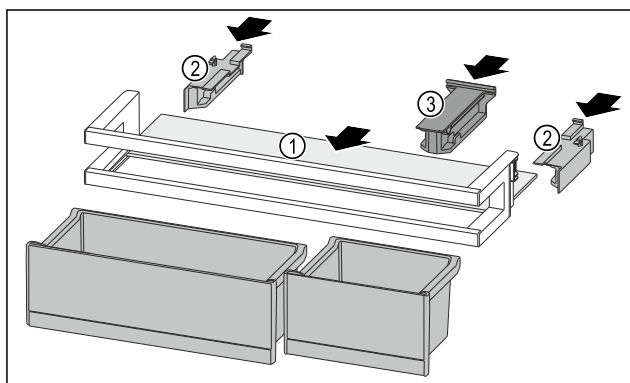

Fig. 175
- ▶ Abstellfläche Fig. 175 (1) in die seitlichen Aussparungen einschieben.
- ▶ Seitenteile Fig. 175 (2) einsetzen.
- ▶ Halteteil Fig. 175 (3) einsetzen.